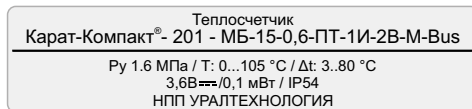

Рисунок 7 – Шильдик теплосчетчика
- на боковую поверхность корпуса вычислителя крепится шильдик (табличка с эксплуатационными данными теплосчетчика), на который нанесены маркировочные обозначения (рисунок 7).